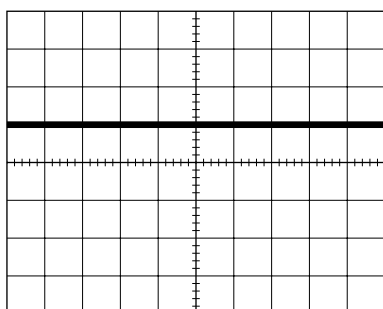

図:5 直流信号の観測例
- (3) チャンネル 1 の POSITION つまみを調整し、輝線が管面の中央にくるようにする。
- (4) チャンネル 1 のカップリングを DC に設定する。
- (5) チャンネル 1 の垂直感度つまみ (VOLTS/DIV) を 1V に設定する。
- (6) 直流電圧電源装置の電源を入れ、電圧が約 10V となるようにする。
- (7) オシロスコープのプローブを直流電圧電源装置に接続し、波形を観測し、図 5 のような波形になっていることを確認する。